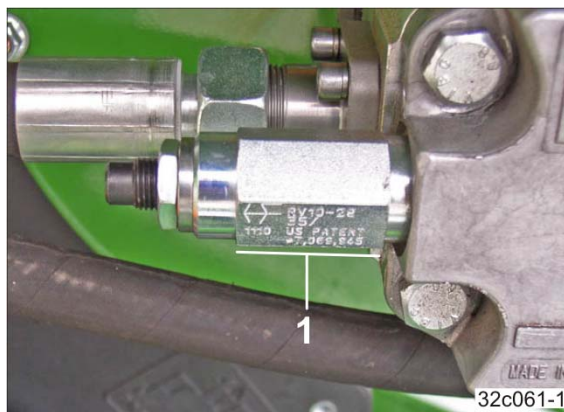

Рис. 140
- с шестигранным наружным контуром (Рис. 140/1).